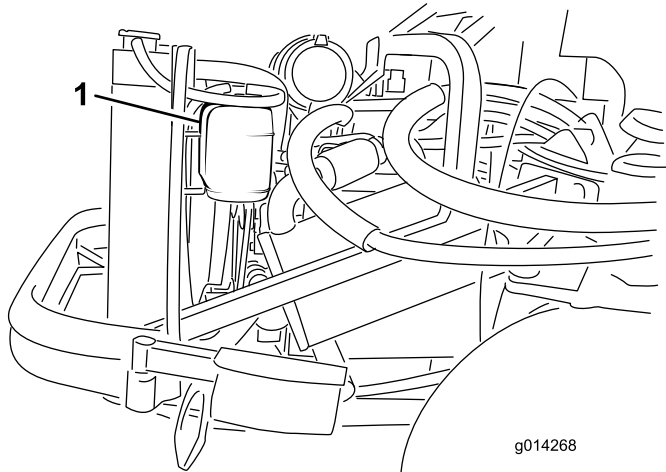

Bild 42
1. Prüfen Sie den Kühlmittelstand im Ausdehnungsgefäß (Bild 42). Er muss sich zwischen den Marken an der Seite des Gefäßes befinden.